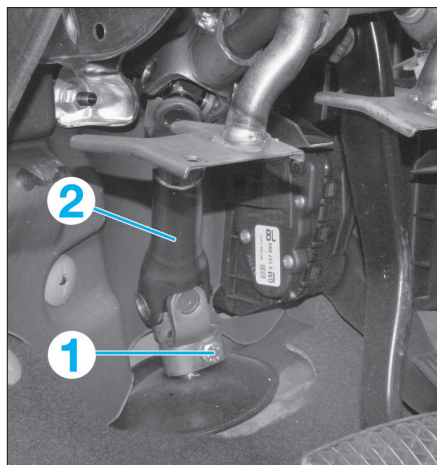

FIG. 5
- Déposer la vis de fixation (1) de l'arbre intermédiaire (2) de la colonne de direction sur le boîtier de direction (fig. 5).
- Retirer l'arbre intermédiaire (2) du boîtier de direction.